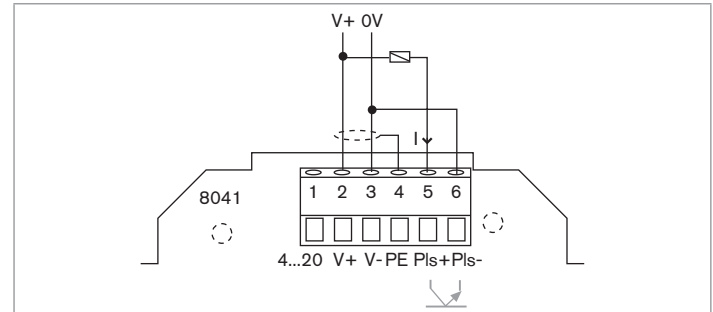

Bild 20: Anschluss des Frequenzausgangs an einen elektromechanischen Zähler oder ein Relais
- oder an eine Last wie einen elektromechanischen Zähler oder ein Relais (siehe *Bild 20*);